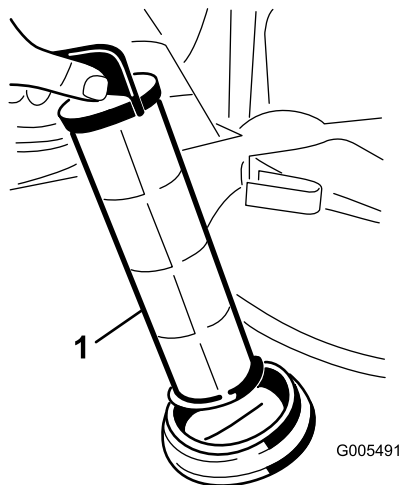

Figura 67
4. Estraiete il filtro di aspirazione dall'alloggiamento del filtro nel serbatoio (Figura 67).